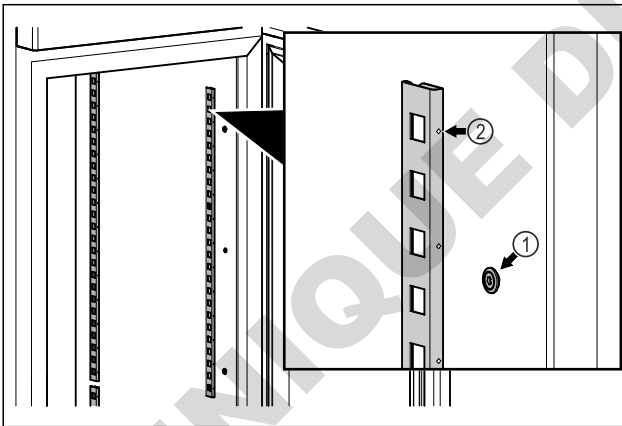

Fig. 79 Représentation à titre d'exemple
- Accrocher les bandes d'encliquetage dans la suspension Fig. 79 (1). Le repère Fig. 79 (2) doit pointer vers l'avant.